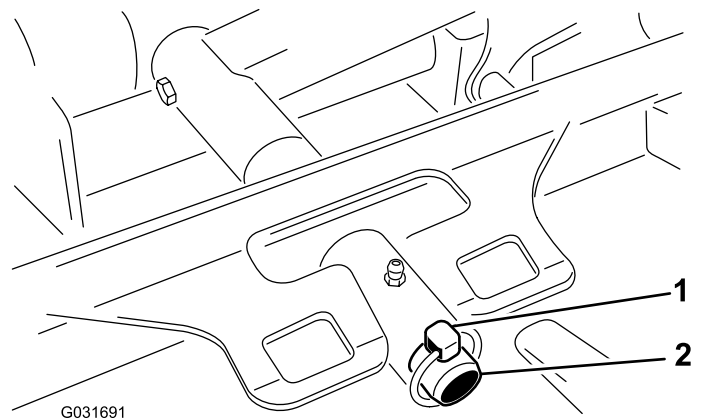

Bild 93
3. Entfernen Sie den Klappstecker, mit dem der Mähwerk Trägersrahmen am Gelenkstift des Hubgestänges befestigt ist (Bild 93).
3. Schieben Sie den Mähwerkträgerrahmen auf den Lagerbolzen des Hubarms und befestigen Sie ihn mit dem Klappstecker (Bild 93).